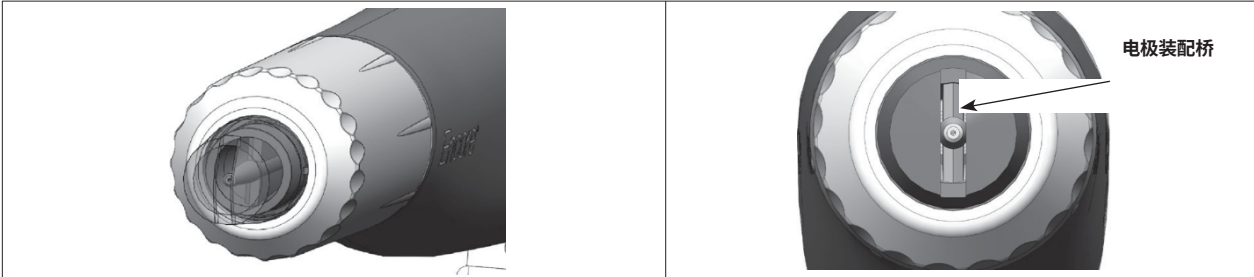

图 6 喷嘴的正确方向
4. 见图 6。将新喷嘴安装到电极组件上。喷嘴与电极组件键合。不要弯曲天线线。